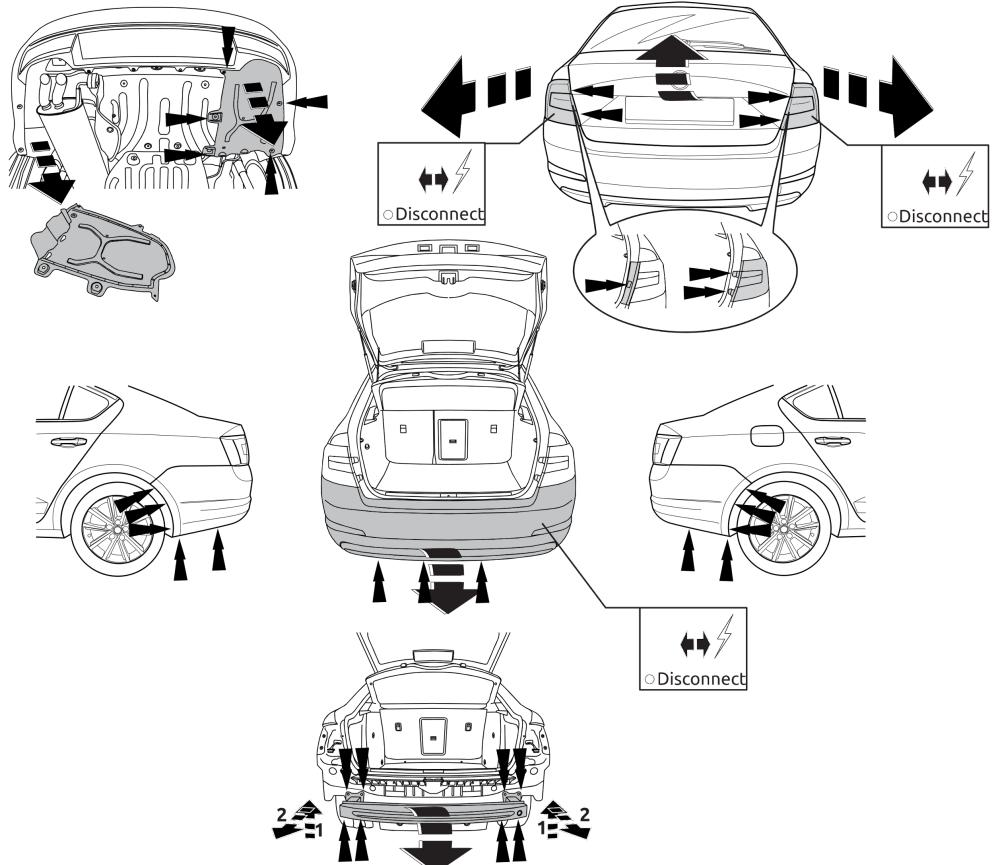

Fig. 1
2. Снять пластмассовые защитные колпаки. Снять бампер вместе со буферным бруском автомобиля. Буферный брус больше не понадобится. Поставить болты на место. См. рисунок 1.